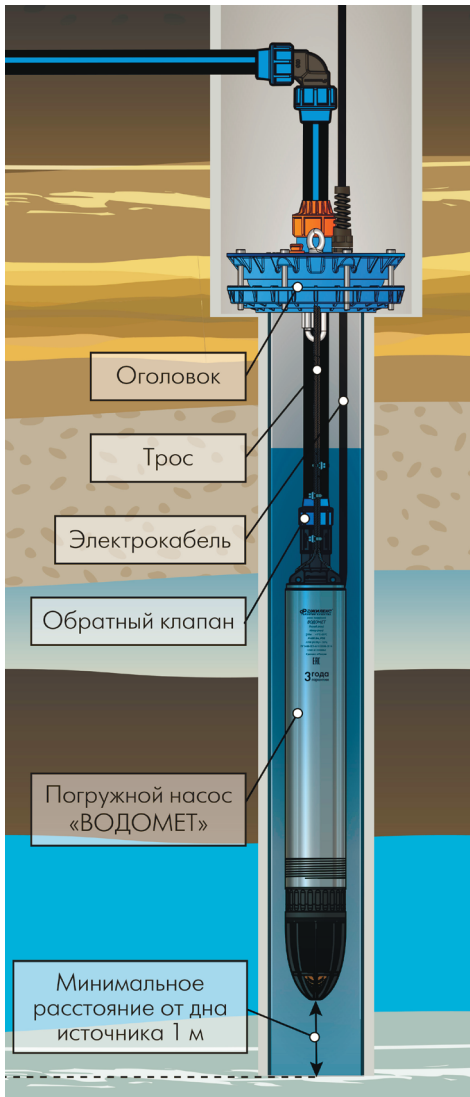

Рисунок 6
5.2. Монтаж насоса (рисунок 6,7)